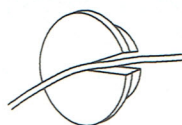

図 3
3. 保冷库の左側面の測定孔キャップ(外側および庫内側)を外し、中の断熱材を取出します。その測定孔を通して記録計の感温部を保冷库内に通します。測定孔に断熱材を戻し、測定孔キャップでふたをします(外側および庫内側)。(図 3)